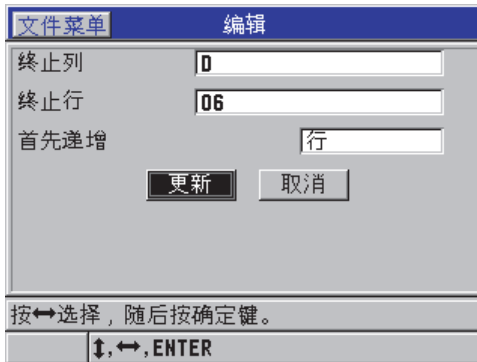

图 6-30 显示栅格编辑屏幕
3. 对于栅格类型的文件，选择**继续**，然后完成**编辑**屏幕的第二页中的操作（参见第 113 页的图 6-30）：